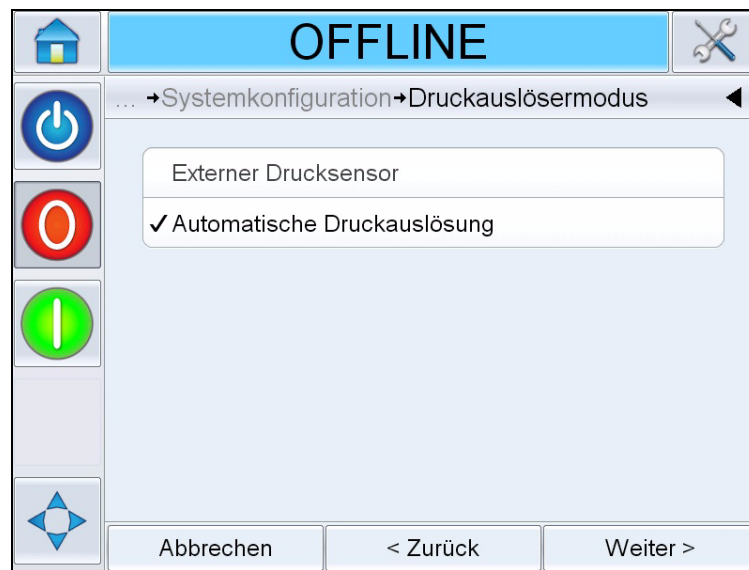

Abbildung 5-13: Druckauslösermodus
- 3 Berühren Sie „*Weiter*“, um die Richtung zu konfigurieren, in der das Produkt den Druckkopf passiert (siehe Abbildung 5-13).
- 4 Berühren Sie die Taste *Weiter*, um den Druckauslösermodus einzurichten (siehe Abbildung 5-13 auf Seite 5-11).